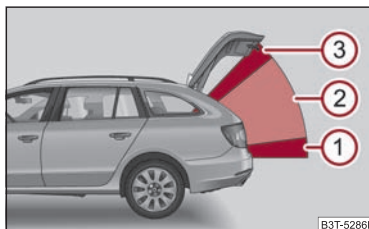

Fig. 35 Denumirea zonelor
La acționarea capacului portbagajului, sistemul face diferența între 3 zone ⇒ fig. 35, în care funcția elementelor de comandă se modifică. De asemenea, se face diferența și între pozițiile finale ale capacului portbagajului - complet închis în încuietoarea încuiată și complet deschis.
Deschiderea zonei (3) ⇒ pagina 46, fig. 35 se modifică proporțional, în funcție de reglajul poziției superioare a capacului portbagajului ⇒ pagina 47. Dacă se reglează poziția superioară a capacului în zona (2), zona (3) nu este activă, deschiderea zonei (2) se modifică proporțional, în funcție de poziția superioară a capacului portbagajului. ■